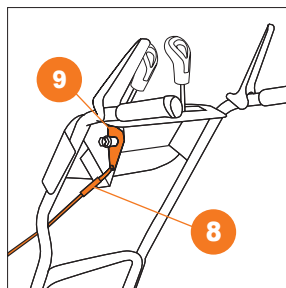

Рис. 15
- Присоедините трос регулировки дальности выброса **8** к кронштейну рычага управления **9** на панели оператора (Рис. 15).